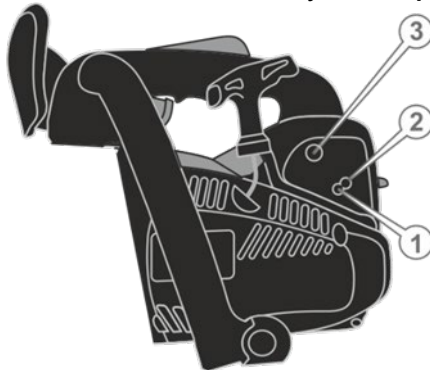

Рисунок 18. Схема регулювання карбюратора.
6.8 Налаштування карбюратора (рис. 18).